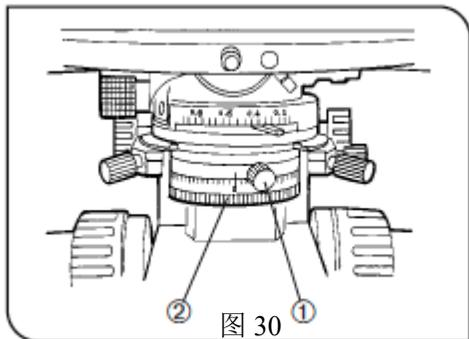

图 30
(图 30)
2. 将可旋转检偏镜插入光路，并将摆动方向刻度拨到  $0^\circ$  位置。用固定旋钮固定住（图 30）。
4. 拧松起偏镜固定旋钮①。旋转起偏镜旋转拨盘②，直到获得完全消光。然后拧紧固定旋钮①（图 30）。